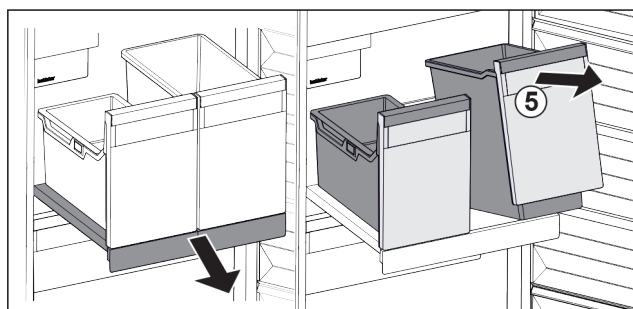

Fig. 101
- Nádobu Fig. 101 (5) vpředu nadzvedněte.